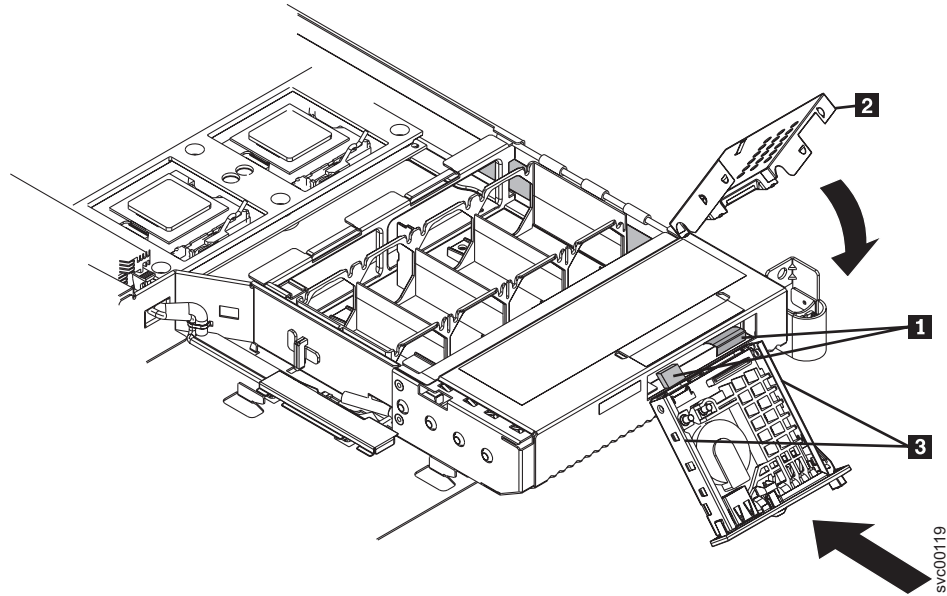

図 177. オペレーター・パネル表示装置の再取り付け
1. アセンブリーの後部に 2 本のケーブル **1** を接続します。図 177 を参照してください。